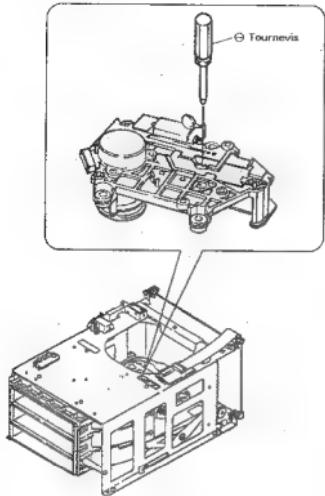

Fig. 7-7
- Insérer un Θ tournevis dans le trou de réglage depuis la partie supérieure du mécanisme, comme illustré à la figure 7-7, puis vérifier que la vis de réseau tourne.